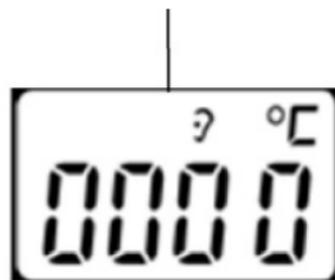

Figura 2.7B
2. Quando lo schermo mostra come figura 2.7B e l'unità di temperatura "°C" lampeggia, l'utente può iniziare la misurazione.